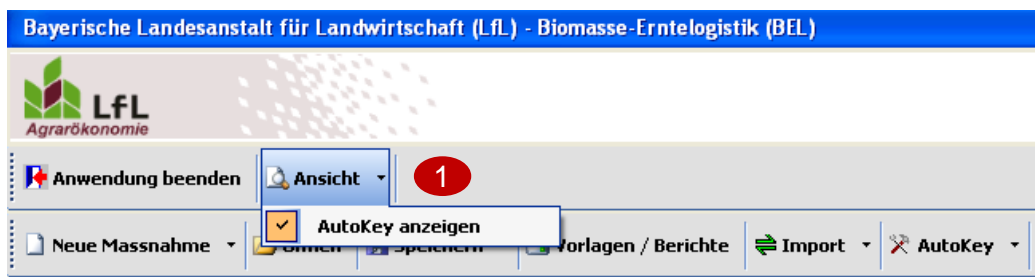

Abbildung 6: Ansicht "Autokey aktivieren"
Diese Funktion aktivieren Sie in „Ansicht“ (Autokey anzeigen) (Abbildung 6 (1)).